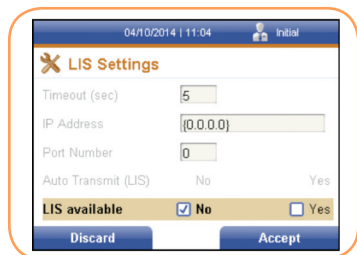

FIGURA 21
2. Pulse la tecla programable derecha para seleccionarlo. Se muestra la pantalla *Configuración del SIL* (Figura 21).